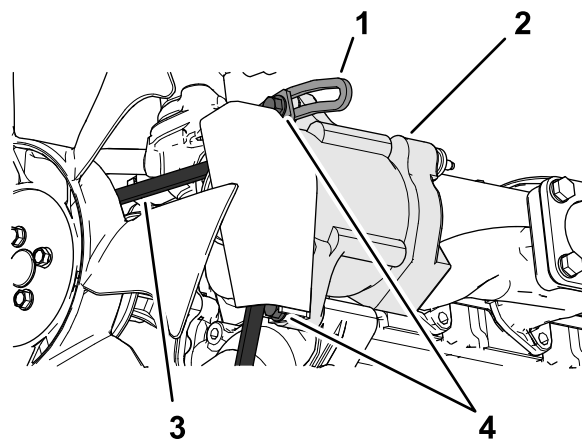

Figure 89
3. Desserrez le boulon sur le point de pivot de l'alternateur ; desserrez le boulon qui fixe l'alternateur au renfort fendu (Figure 89).